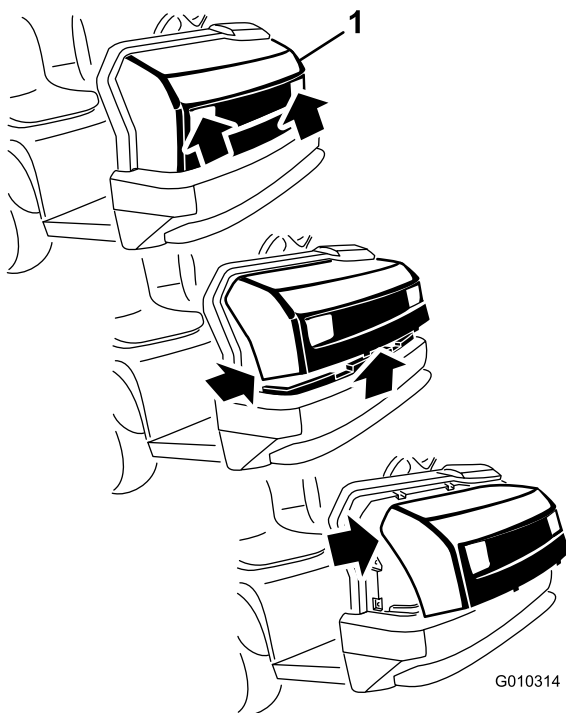

Bild 40
1. Fassen Sie die Motorhaube in den Scheinwerferöffnungen an und heben sie an, um die unteren Befestigungslaschen aus den Rahmenschlitz zu heben (Bild 40).
2. Drehen Sie die Unterseite der Motorhaube nach oben, bis Sie die oberen Befestigungslaschen aus den Rahmenschlitten ziehen können (Bild 40).
3. Drehen Sie die Oberseite der Motorhaube nach vorne und ziehen Sie die Kabelanschlüsse von den Scheinwerfern ab (Bild 40).